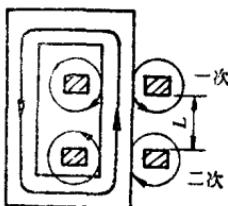

图 1-8 调节电流原理图
(4) 动圈式交流弧焊机 这种焊机也是利用漏磁来获得陡降外特性的。调节电流的方法是改变一次线圈和二次线圈之间的距离L，其原理如图1-8所示。